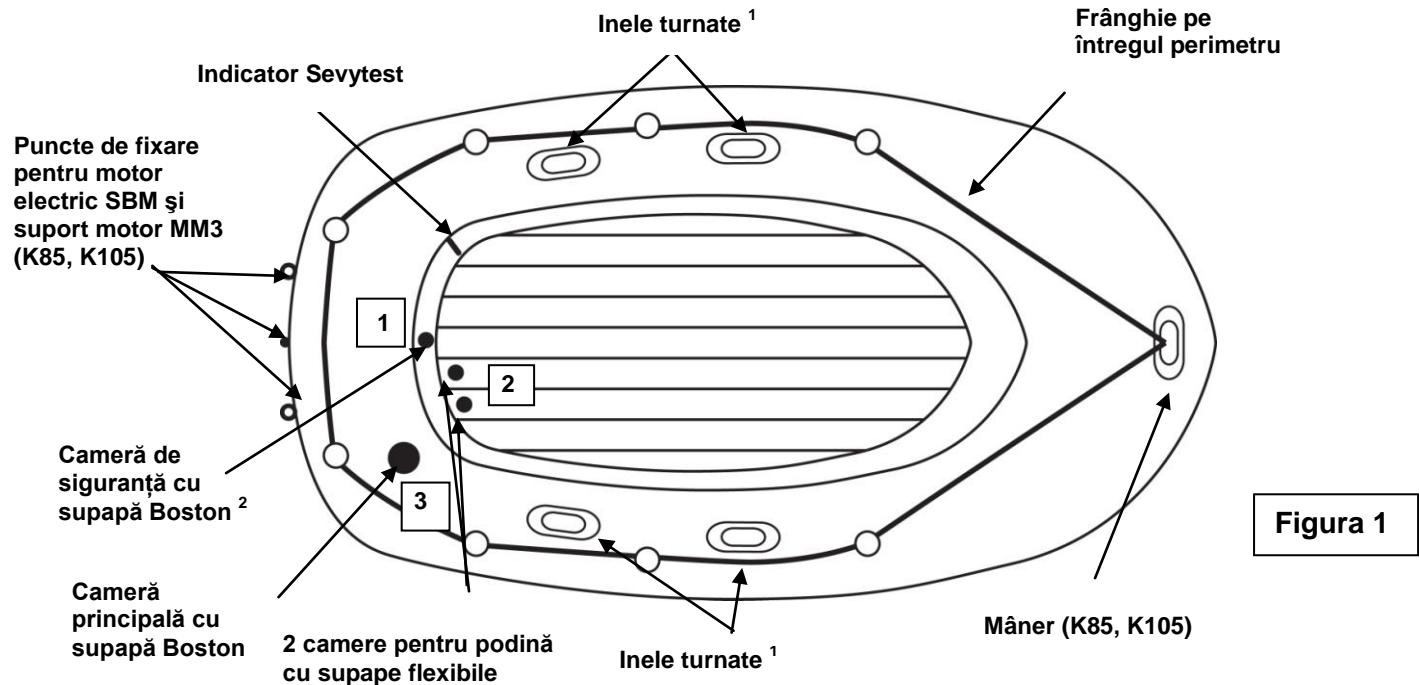

Figura 1
- a) Supapă(e) Boston – a se vedea figura de alături : Desurubați clapa supapei (1). Însurubați bucsa supapei (2) în suportul acesteia (3) și verificați dacă clapa supapei rămâne accesibilă. Introduceți piesa de capăt a furtunului pompei și umflați până când obțineți presiunea necesară (a se vedea punctul 3). După umflare, strângeti toate clapele supapelor(supapei) bine (în sensul acelor de ceasornic). **NOTĂ:** O usoară scăpare de aer înainte de însurubarea clapelor supapelor(supapei) este normală.
- 3) Presiunea maximă a aerului: **Presiunea corespunzătoare pentru acest produs este: 0,06 bar (= 60 mbar). Nu o depășiți.** Barca dumneavoastră este prevăzută cu un indicator Sevytest care permite verificarea presiunii. Umflați mai întâi camera de siguranță (vezi figura 1) până la cota „+” marcată pe indicatorul Sevytest, după care umflați camera principală (vezi figura 1) până la cota „-“. **În caz de supra-presiune:** evacuați aerul până când presiunea ajunge la nivelul recomandat. **În cazul în care presiunea este prea scăzută:** continuați să umflați ușor. **N.B.:** se poate întâmpla ca după utilizări frecvente, din cauza dilatației PVC-ului ca urmare a influenței presiunii de gonflare, acul indicatorului Sevytest să nu revină la poziția sa inițială. Totuși poziția lui poate fi verificată. Acul trebuie să fie poziționat între limitele nivalelor recomandate de presiune.